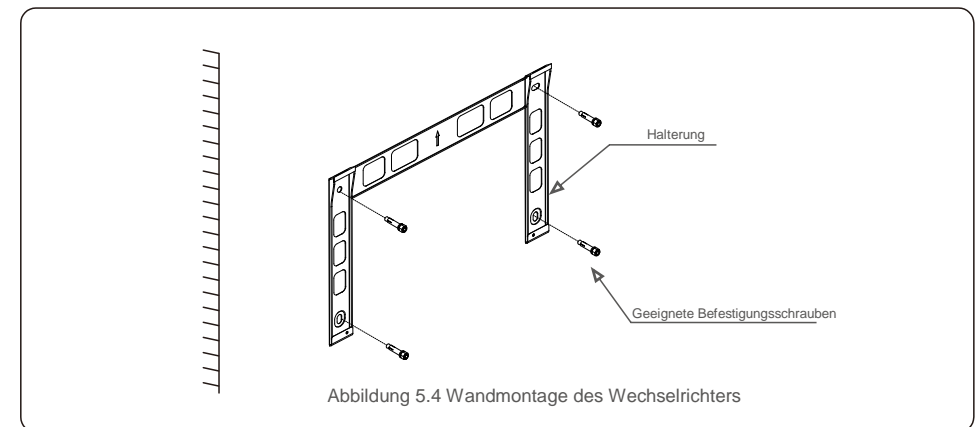
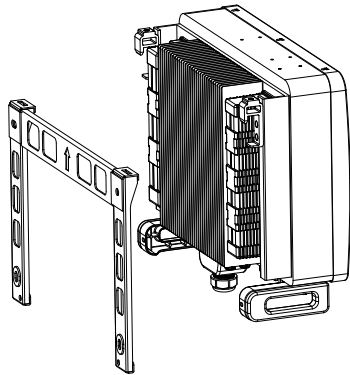

Abbildung 5.4 Wandmontage des Wechselrichters
Abbildung 5.5 Installation des Wechselrichters
Siehe Abbildung 5.4 und Abbildung 5.5. Der Wechselrichter muss senkrecht montiert werden. Die Schritte zur Montage des Wechselrichters sind nachfolgend aufgeführt.
1. Siehe Abbildung 5.4: Die Bohrungen für den Dehnbolzen müssen entsprechend dem Lochdurchmesser der Halterung (M10*70) mit einer Schlagbohrmaschine mit einem 10 mm Bohrer senkrecht in die Wand eingebracht werden. Das Bohrloch muss senkrecht in der Wand sein. Die Tiefe aller Bohrlöcher beträgt 60 mm.
2. Achten Sie darauf, dass die Halterung horizontal ist. Und dass die Befestigungslöcher (in Abbildung 5.4) korrekt angezeichnet sind. Bohren Sie die Löcher gemäß den Markierungen in die Wand.